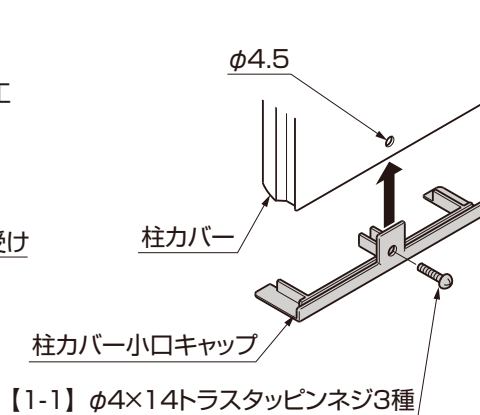

図11-6
⑦排水部品に取付ける柱カバーの下部に柱カバー小口キャップを【1-1】で取付けてください。この時、φ4.5の下穴をあけてください。（図11-6参照）